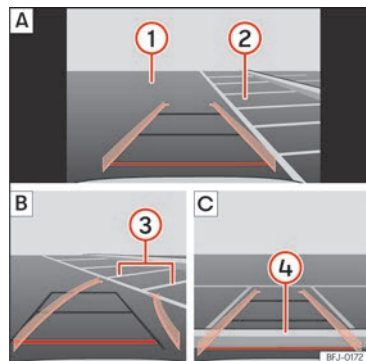

Abb. 144 Anzeige auf dem Bildschirm des Infotainment-Systems: Einparken mit dem Rückfahrassistenten.
Legende zur » (Abb. 144):
» (Abb. 144) ② A.
- Fahren Sie rückwärts und drehen Sie das Lenkrad so, dass die gelben Linien in die Parklücke weisen. Die grünen und gelben Linien müssen mit den seitlichen Begrenzungslinien übereinstimmen ③ B.
- Halten Sie das Fahrzeug an, wenn die rote Linie die hintere Begrenzung erreicht hat ④ C.